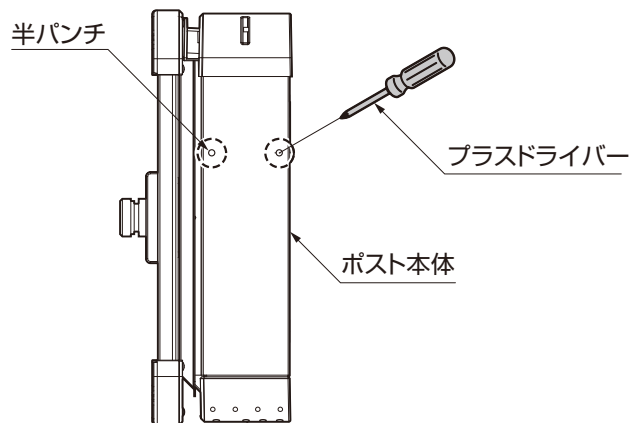

図3-4 側面図
- ④ ポスト本体の側面2ヶ所の半パンチにプラスドライバーをあて、ハンマーなどでたたいて、穴をあけてください。(図3-4参照)